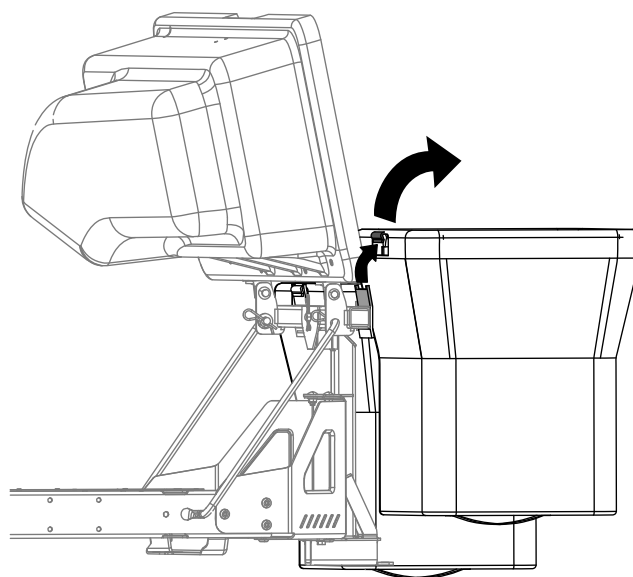

**Figura 33**
3. Deschideți (ridicați) partea superioară a sistemului de colectare (Figura 33).